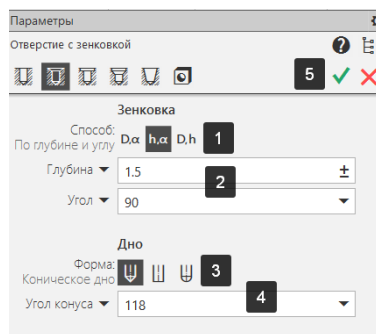

Рисунок 77 – Параметры зенковки
- Настроим параметры зенковки: способ построения – по глубине и углу (1), глубина – 1,5 мм., угол – 90 градусов (2) (Рисунок 77);
- По умолчанию параметры дна оставим без изменений: форма коническая (3), угол конуса -118 градусов (4) (Рисунок 77);
- Для сохранения настроек нажмем на кнопку Создать объект (5) (Рисунок 77);